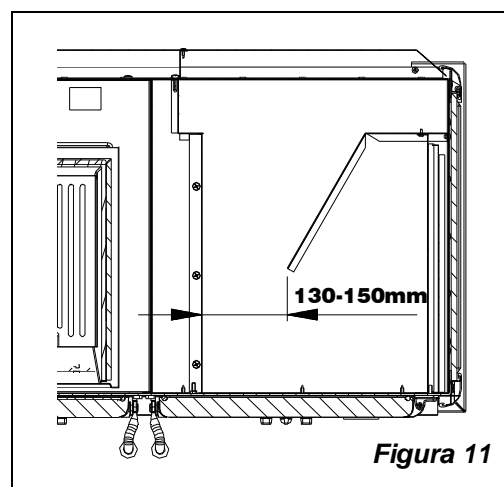

Figura 11
5. controllare la posizione del deflettore fumi (vedi Figura 11);